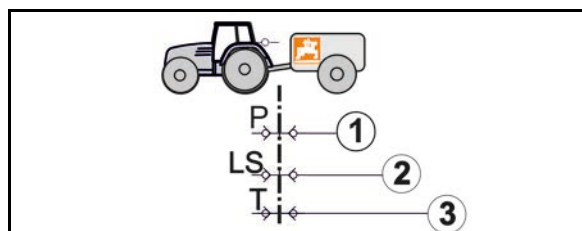

Fig. 84
- Avstanden mellom koblingspunktet og dreievinkelsensoren (Fig. 84/ X) må være så liten som mulig (spesielt i forbindelse med Hitch-trekkstang).